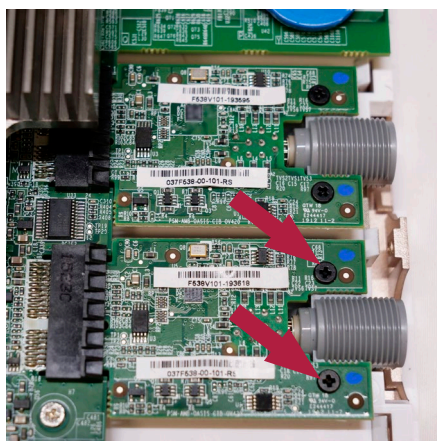

Figura 16 De pe placa VDI scoateți șuruburile pe care doriți să o înlocuiți
a) **Folosiți șurubelnița pentru a slăbi cele două șuruburi negre care fixează placa VDI (a se vedea Figura 16)**
- e) **Introduceți și strângeți cele două șuruburi negre (cuplu max. 0,2 Nm) care fixează placa VDI (a se vedea Figura 16)**